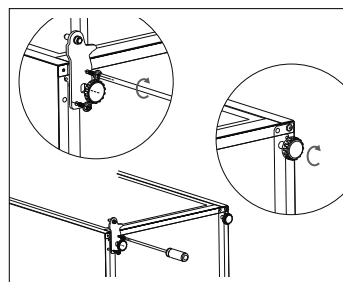

Abb. 12
- ▶ Drehen Sie die Lochplatte des unteren Scharniers so, dass die Bohrungen der Lochplatte auf die Bohrungen im Gerät passen und schrauben Sie das Scharnier mit den zwei Halterungsschrauben an die gegenüberliegende Seite des Geräts. Verwenden Sie zum Lösen und Festziehen der Schrauben einen 8er-Schraubenschlüssel oder einen Kreuzschlitzschraubendreher (siehe **Abb. 12**).
- ▶ Montieren Sie den Stellfuß (siehe **Abb. 12**).
- ▶ Setzen Sie die Kühlraumtür (5) wieder auf den Zapfen des unteren Scharniers. Vergewissern Sie sich, dass die Kühlraumtür (5) horizontal und vertikal bündig mit dem Kühlschrankschrank abschließt, so dass alle Dichtungen schließen, bevor sie das mittlere Scharnier (12) wieder festschrauben.